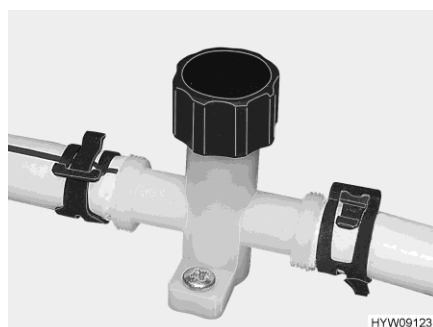
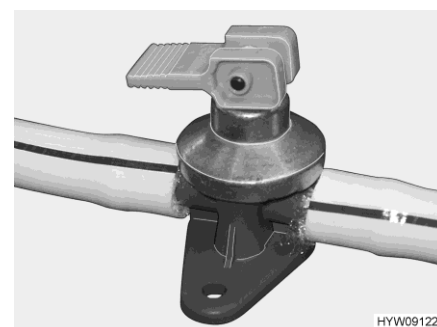

Bild 155 Avtappningskran (vattenledning)
Bild 156 Avtappningskran (varmvattenberedare Alde)
- Stäng avtappningskranarna (Bild 155 och Bild 156). Dra då till locket medurs eller ställ vipparmen vågrätt. Säkerhets-/avtappningsventilens och avtappningskranarnas monteringsställen anges i avsnittet 10.6 i slutet av detta kapitel.